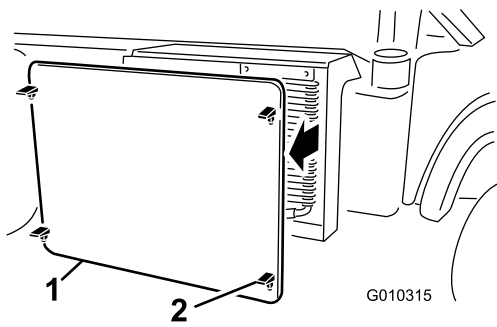

Figure 31
3. Déverrouillez et enlevez l'écran devant le radiateur (Figure 31).